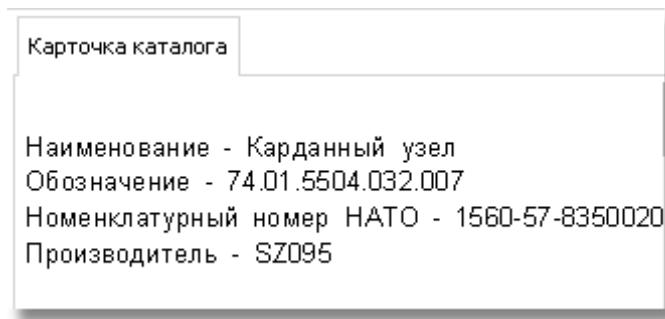

Рис. 115
2. В выпадающем меню кнопки **Настройки** выберите команду **Показ карточек**. В результате под областью иллюстрации отобразится карточка каталога для выбранной позиции. Пример показан на Рис. 115.